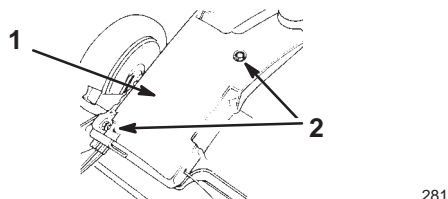

Figure 20
3. Enlevez les deux boulons de fixation du carter de courroie et déposez le carter (Fig. 20).
1. Le moteur étant arrêté, enlevez les deux boulons de fixation du carter de courroie (Fig. 20) sur le carter de tondeuse.